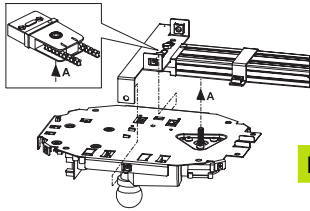

FIG.19
- 2) Introduisez l'arbre du motoréducteur dans l'embrayage situé dans l'attache arrière du rail (fig. 19).